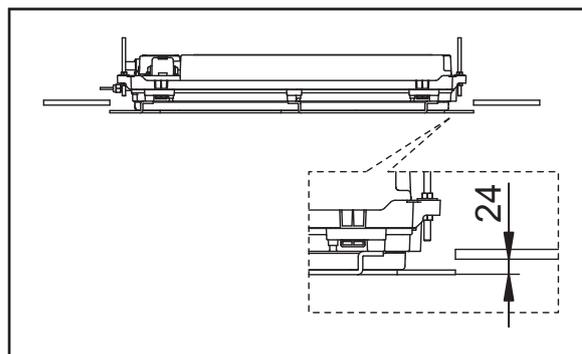

FIG. 14
- Verifique se a diferença de nível entre o lado inferior do teto e o lado inferior do gabarito de instalação é de cerca de aproximadamente 24mm (Fig. 14). A altura de elevação da unidade não estará correta se este requisito não for devidamente observado.